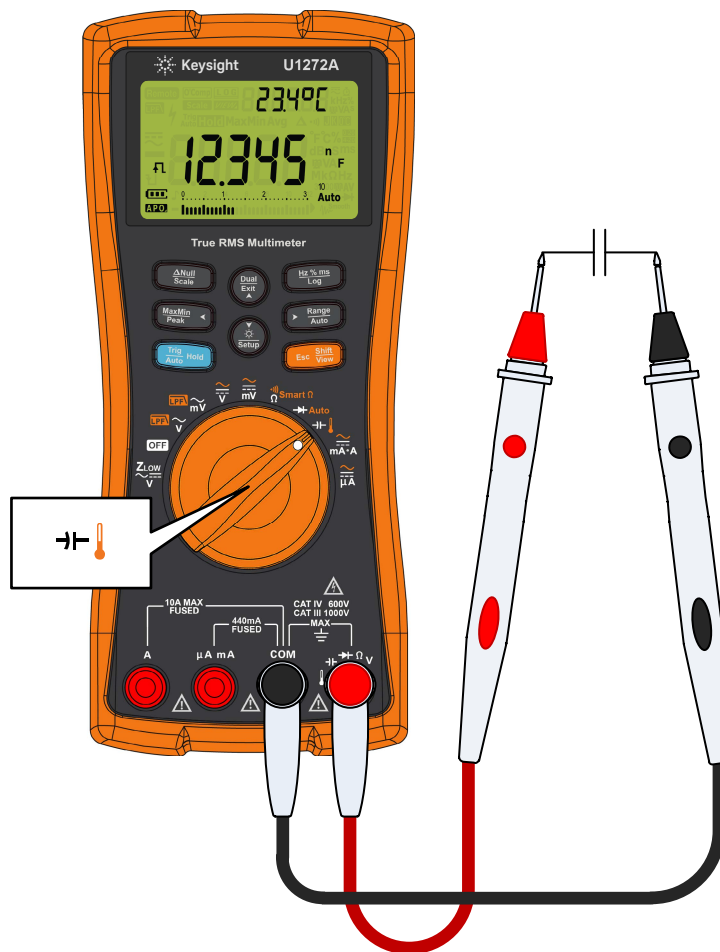

Figura 2-26 Medición de capacitancia
- 1 Para medir la capacitancia, coloque el indicador giratorio en $\rightarrow$ y configure el multímetro como se muestra en la Figura 2-26.